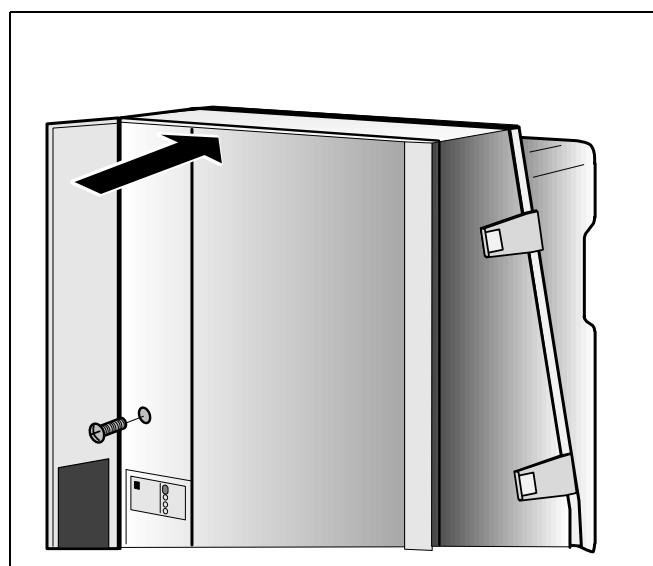

Abb. 28 Verkleidung anbringen
- Verkleidung aufstecken und Schnappverschlüsse schließen (Abb. 28). Verkleidung nicht an den Verschlüssen tragen!